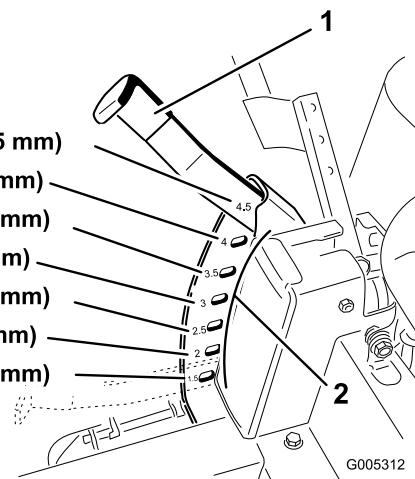

Figura 15
3. Levante la palanca de ajuste de la altura de corte a la posición de transporte, es decir, la posición de altura de corte 4,5 (que es también la posición de altura de corte de 115 mm [4-1/2 pulgadas] (Figura 15).